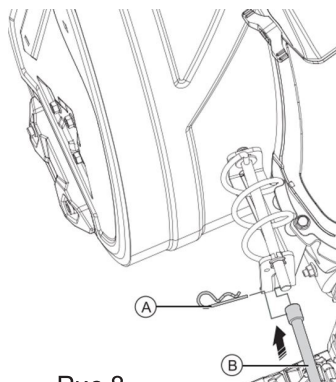

Рис.8
Вал рычага поворота желоба (B) соедините с передней частью, в виде спирали, совместив отверстия и зафиксировав положение частей механизма шпилькой (A) (Рис. 8). Спираль должна быть установлена в проёмах опорной площадки, чтобы вращать и изменять положение разгрузочного желоба.